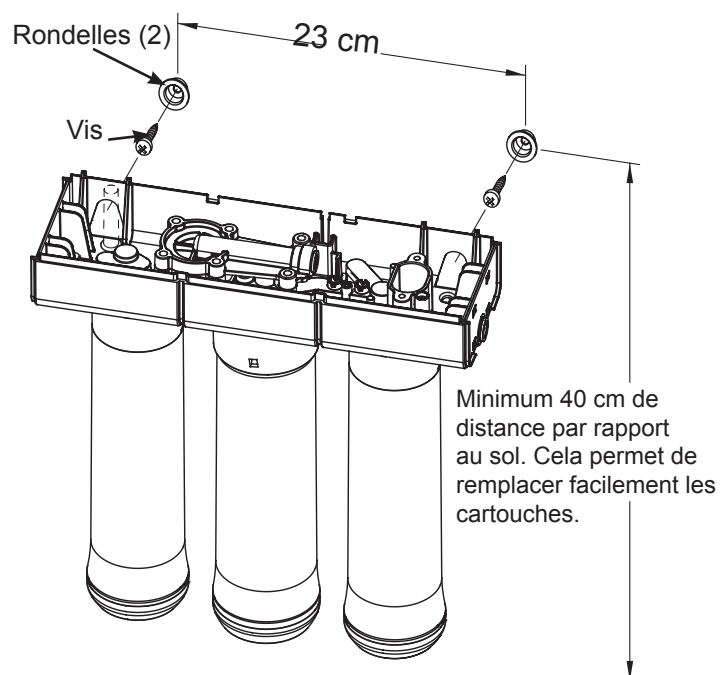

FIG. 10
Cf Fig. 10 .Les rondelles de fixation permettent de lever les filtres des rondelles sans désinstaller tout le système. Lorsque vous préparez votre installation, vous devez prévoir un espace suffisant pour faciliter le remplacement des cartouches.
2. Repérez les trous de montage au dos de l'unité. Cf Fig. 10.
3. Placez l'unité contre le mur et indiquez les emplacements des rondelles. Cf Fig. 10. Montez l'unité suffisamment en hauteur pour laisser un espace permettant de remplacer facilement les cartouches, sans avoir besoin de démonter l'unité du mur.